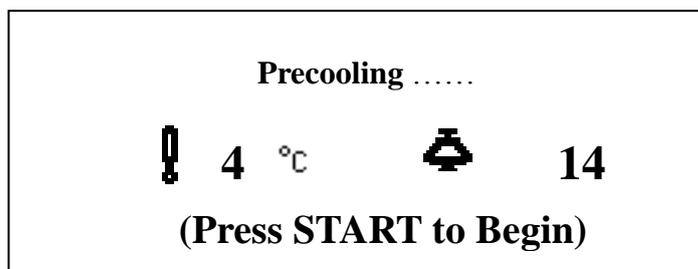

图 7-5 预冷模式界面
- 其主画面如图 7-5。
■ 预冷过程中，图 7-5 所示液晶屏将显示运行的温度值，而  和  按键的指示灯表示转头的升速、稳速和降速状态。
■ 预冷过程中，按  按键可以查询目前转头的运行转速。该转速将出现在屏幕左上方，3 秒钟后将自动消失，回到图 7-5 的状态。